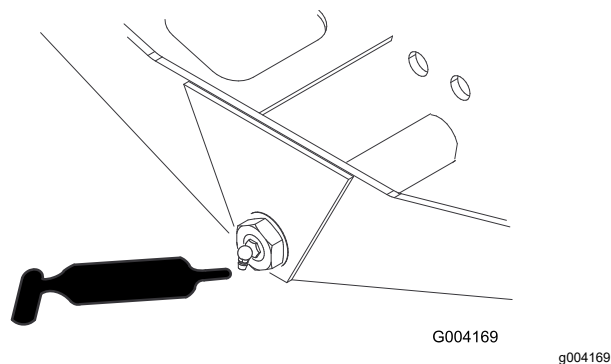

Рисунок 72
- Ось поворота моста (1 шт.) (Рисунок 72)